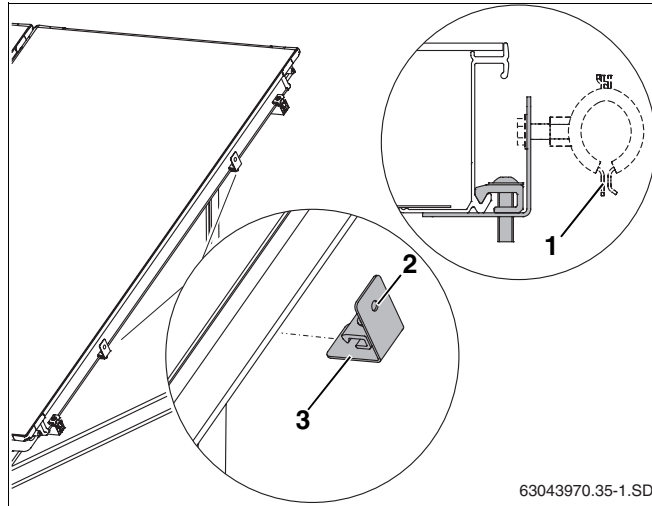

Fig. 56 Fissaggio del supporto sulla struttura dei collettori
Per il fissaggio della tubazione di mandata alla filettatura M8 del supporto (fig. 56, **pos. 2**), si consiglia l'uso di fascette per tubo (fig. 56, **pos. 1**) di tipo comunemente disponibile in commercio.
- Disporre il supporto (fig. 56, **pos. 3**) sulla struttura dei collettori e serrare la vite con una chiave SW5.